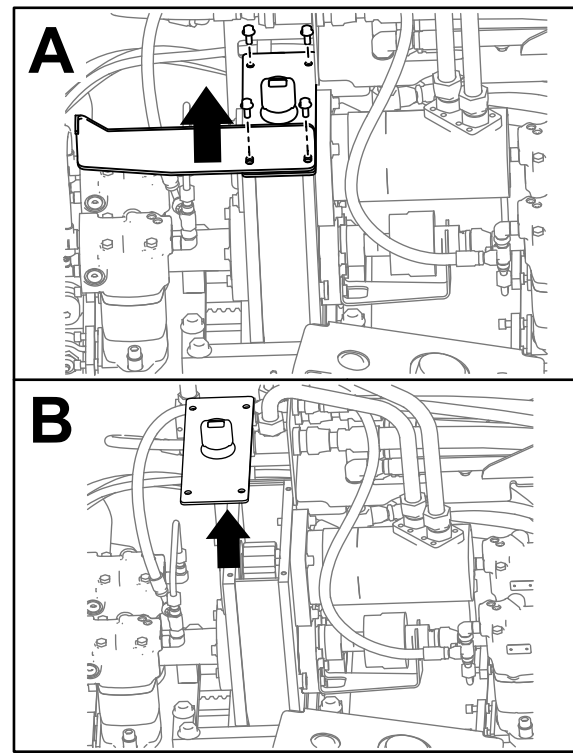

Figure 97
3. Retirez les 4 boulons de la plaque de protection et du boîtier d'engrenages (encadré A de la Figure 97).
4. Déposez la plaque de protection (encadré A de la Figure 97).
5. Retirez le couvercle du boîtier d'engrenages et siphonnez l'huile (encadré B de la Figure 97).
9. Remettez la plaque de protection en place et installez les deux boulons (encadré A de la Figure 97).
10. Mettez les 2 autres boulons pour fixer le couvercle sur le boîtier d'engrenages (encadré A de la Figure 97).